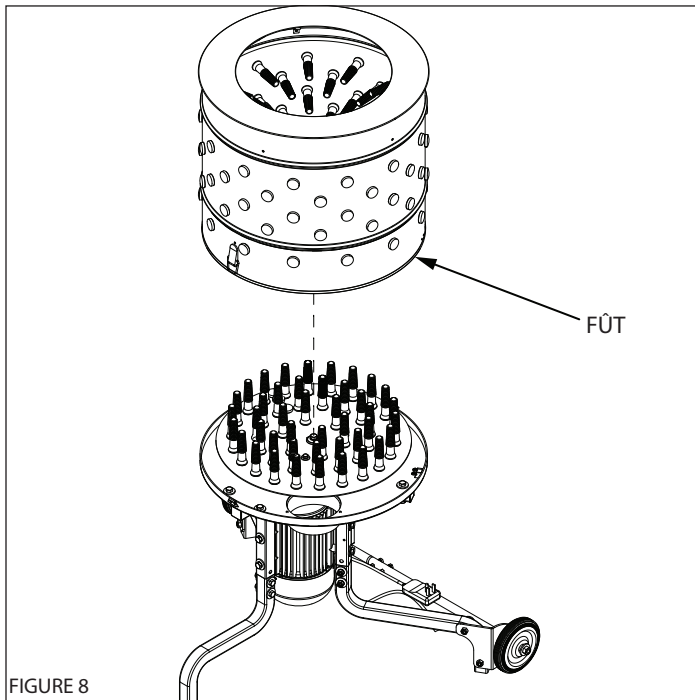

FIGURE 8
**REMARQUE : Le contacteur magnétique à lames dans le bac à plumes doit IMPÉRATIVEMENT être aligné avec l'aimant dans le fût. Aligner l'étiquette de flèche sur le fût et la flèche sur le bac à plumes. (VOIR FIGURE 8)**